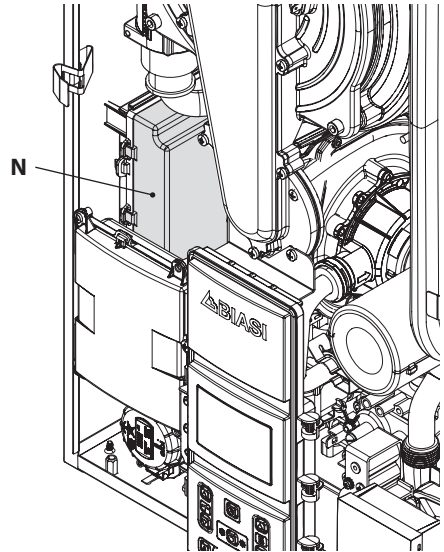

Figura 5.20
- Individuare il coperchio copri morsettiera **N** (Figura 5.20) ed aprirlo.